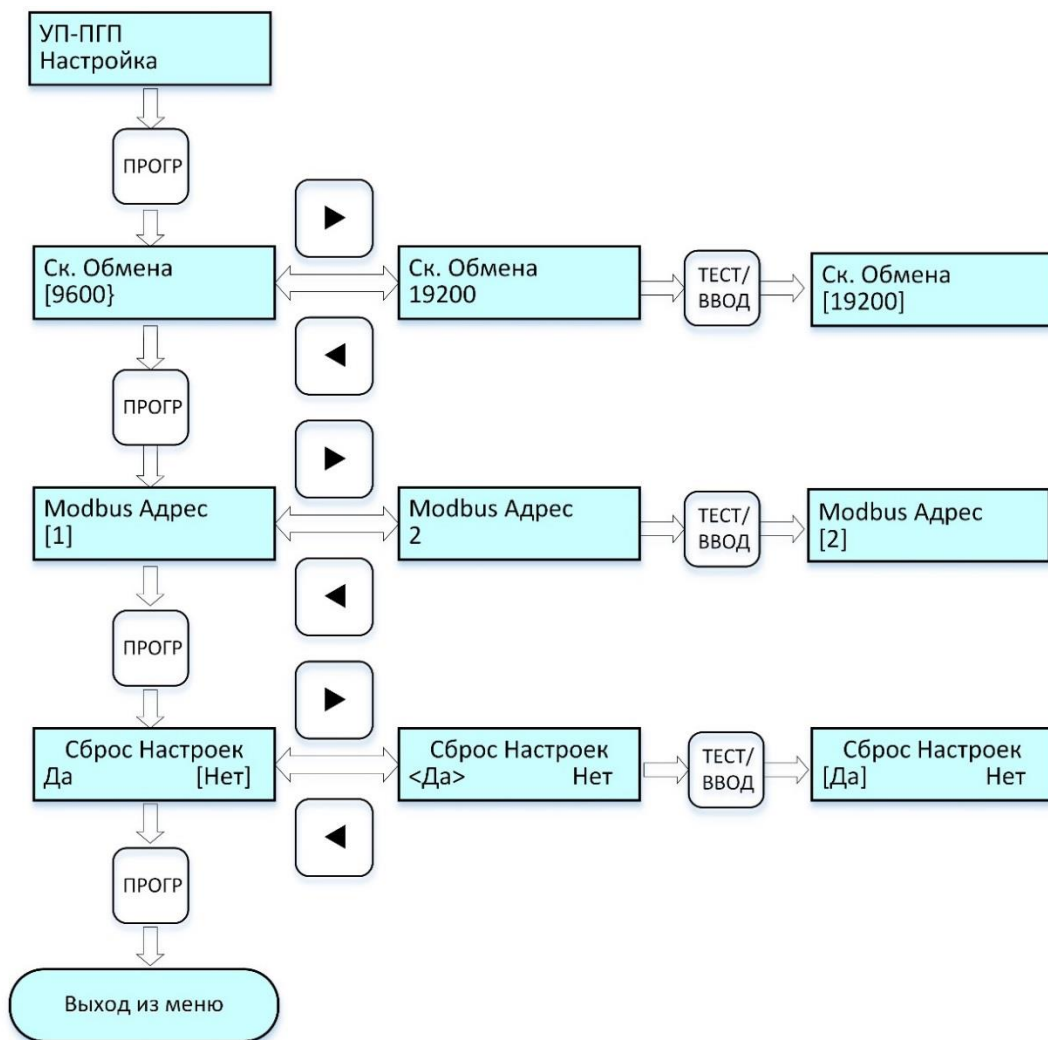

Рисунок 5 – Циклограмма выводимых сообщений на дисплей при настройке УП без канальных плат.
2.6.4.3 При отсутствии канальных плат меню «УП-ПГП Настройка» будет представлено следующей циклограммой (рис. 5). Меню позволяет: